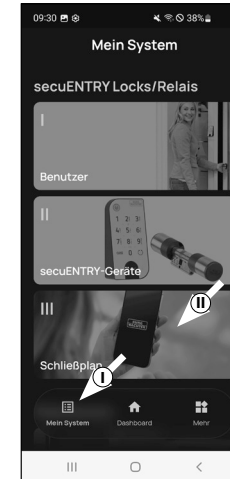

Abb. 1
- Öffnen Sie das Menü „Mein System“ (I) (Abb. 1)
- Tippen Sie auf den dritten Menüpunkt III - Schließplan“ (II) (Abb. 1).